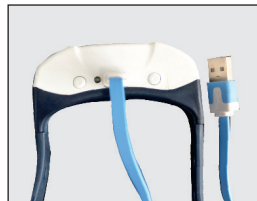

Fig. 2
2. Aprire la linguetta del collegamento USB (4) e collegare il cavo USB fornito in dotazione con il dispositivo (Fig. 2).